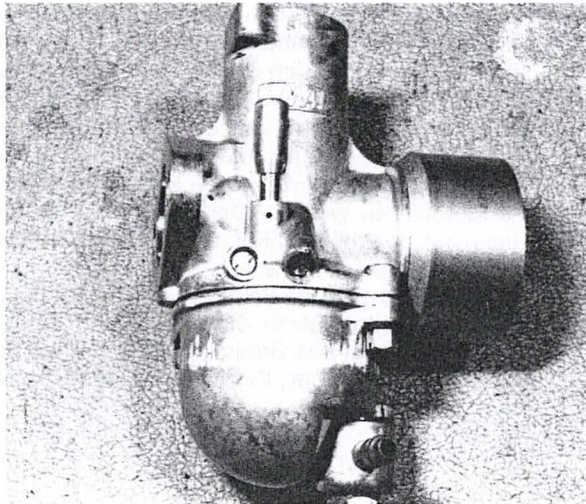
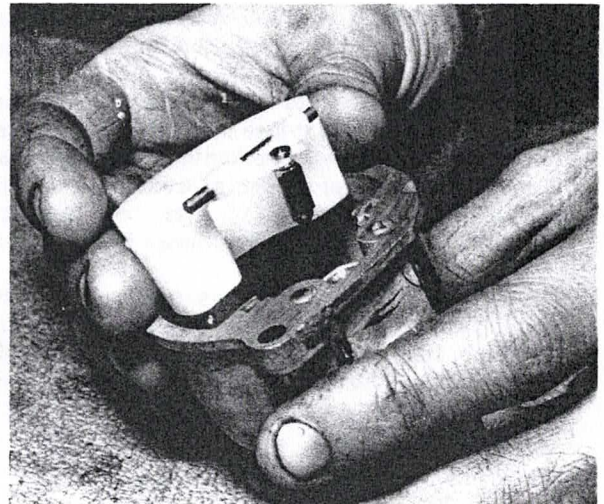

Bild 100
Bild 101
- Die beiden Kreuzschlitzschrauben an der Vergaserunterseite ausschrauben und die Schwimmerkammer abnehmen (Bild 100), zusammen mit dem Schwimmer und der Dichtung. Die Dichtung abnehmen und den hufeisenförmigen Schwimmer mit der Schwimmernadel und der Schwimmerachse herausheben (Bild 101).